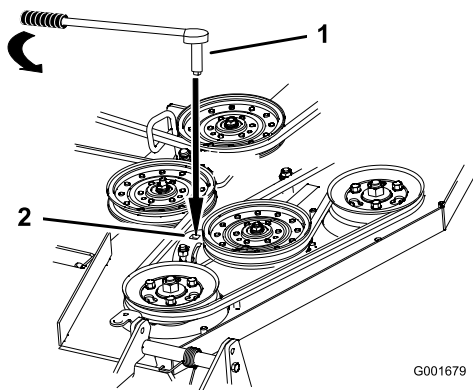

Figure 52
7. Insérez une douille courte avec manche à rochet ou une barre de levier dans le trou carré du bras de la poulie de renvoi fixe (Figure 52).